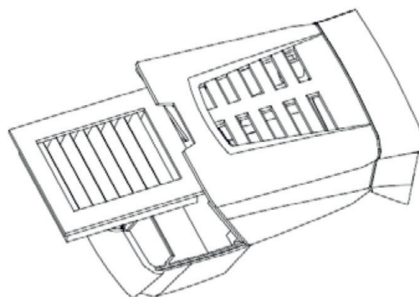

Рис. 5
3. Извлеките фильтрующий элемент (Рис. 5)